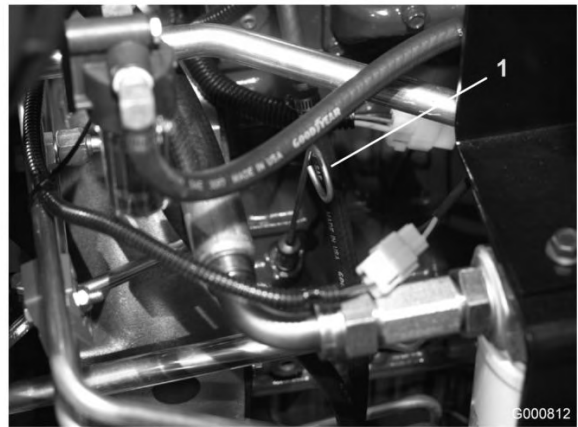

Figura 31
2. Retire la varilla (Figura 31), límpiela, y vuelva a colocarla. Retírela de nuevo y compruebe el nivel de aceite. El nivel debe llegar a la marca FULL (lleno) de la varilla.